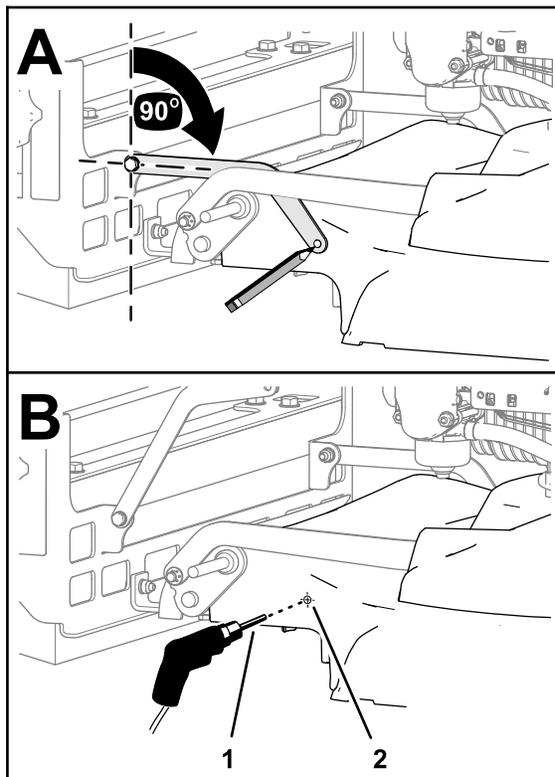

Bild 14
1. Die Bürstenstrebe auf der linken Seite des Mähwerks in einem 90°-Winkel zur Bürstenbefestigung ausrichten (Bild 14).
2. Markieren Sie die Lage des Lochs der Bürstenstrebe am Mähwerk (Bild 14).
4. Bohren Sie an den angekörnten Stellen Löcher mit einem Bohrer (6,5 mm), wie in Bild 14 dargestellt.